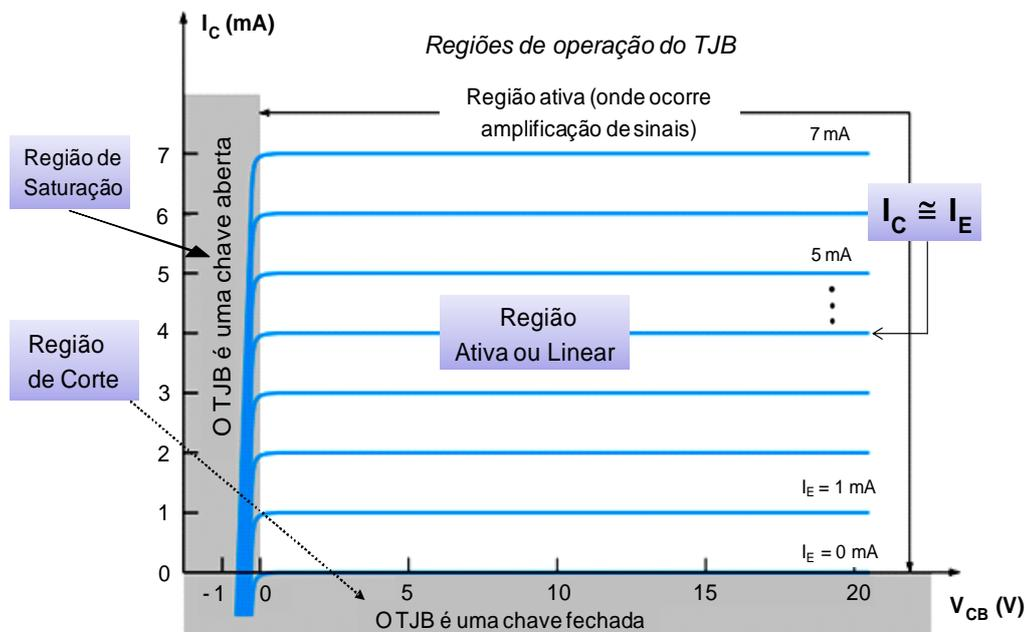

Figura 2.24 – Curva característica de saída do TJB npn em base-comum (Boylestad e Nashelsky, 2004).
Esta consideração, portanto, vale para o transistor operando na região ativa e na região de saturação, onde $V_{BE} = 0,7 \text{ V}$ (para um material semiconductor de Silício) – curva característica de saída e regiões de operação do TJB (BC), Figura 2.24.
Na curva característica de saída da Figura 2.24 são apresentadas as curvas de corrente de coletor (e de emissor) \times tensão V_{CB} . Notar que as curvas de corrente são paralelas ao eixo de V_{CB} . Para cada valor da corrente de entrada (I_E), com a variação da tensão de saída (V_{CB}), obtém-se o correspondente valor a corrente de saída (I_C). A região de corte é definida para $I_C = 0$ e a região de saturação (onde o TJB é uma chave fechada), para $V_{CB} = 0$.
III Exemplo 34 – Sejam as curvas características do TJB da Figura 2.24. Pede-se:
Aplicando esta equação à curva característica do TJB da Figura 2.24, tem-se que com $I_E = 0 \text{ mA}$, a corrente de coletor será igual a I_{CBO} , valor tão baixo que não é detectável graficamente.